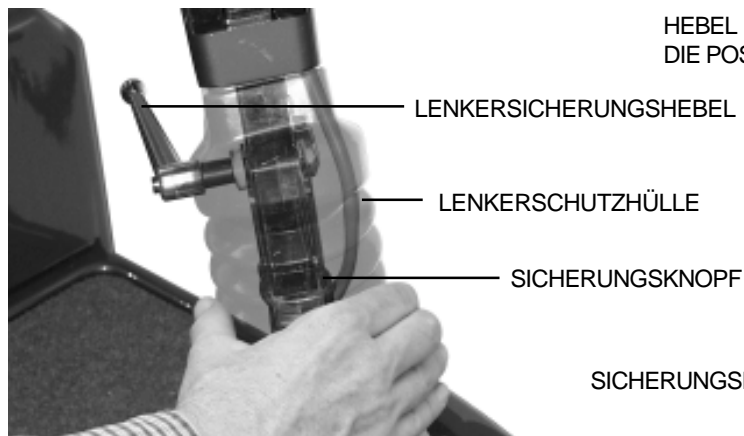

ABB. 10. EINSTELLUNG DER LENKERWINKEL
1. Lenkersicherungshebel entgegen dem Uhrzeigersinn drehen, bis er sich lockert. Sollte der Lenkersicherungshebel den Lenkerkorb berühren, diesen herausziehen, im Uhrzeigersinn drehen und loslassen. Drehen Sie weiter bis Sie den Lenker bewegen können. Siehe Abb. 10.